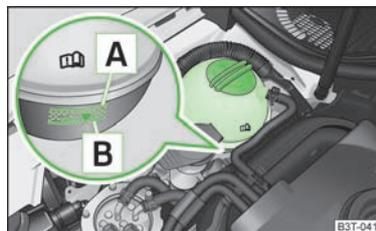

Fig. 162
- Posizionare un panno sul tappo del serbatoio del liquido di raffreddamento » fig. 162 e avvitare il tappo **con cautela**.
Non riempire il liquido di raffreddamento al di sopra della tacca **a** (max) » fig. 162! Non appena si scalda, il liquido di raffreddamento in eccesso viene espulso dal sistema di raffreddamento attraverso la valvola limitatrice di pressione integrata nel tappo del serbatoio di espansione del liquido di raffreddamento.